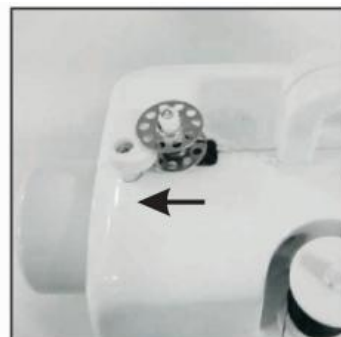

Fig.13
3. Nasadíte spodnú cievku na držiak navíjača a niekoľkokrát navíjajte niť v smere hodinových ručičiek okolo cievky (Fig. 13).